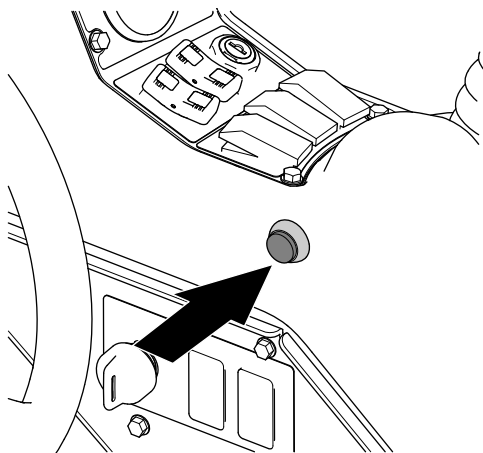

Figura 240
7. Na máquina, pressione o interruptor da secção principal na posição LIGAR (Figura 240).